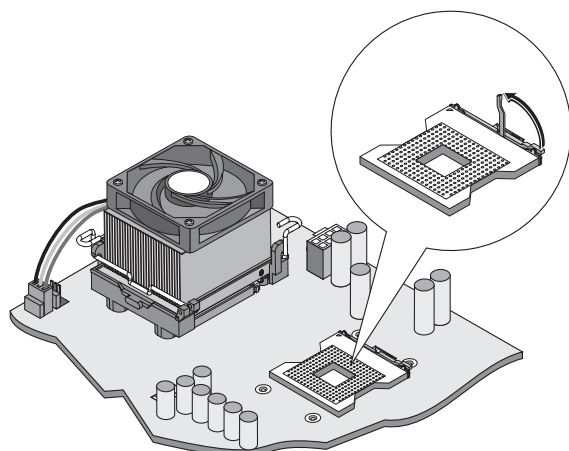

Figura 2-15: Apertura de la palanca ZIF
4. Abra la palanca ZIF para poder extraer el procesador. Consulte la figura 2-15.